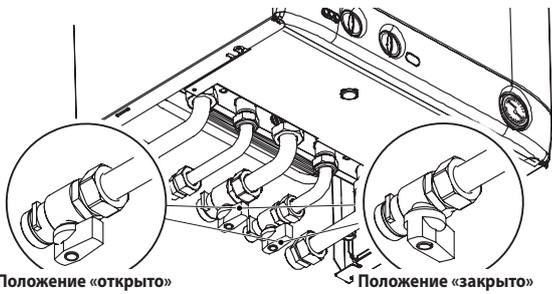

Рис. 3.3
- Краны котла, а также краны, предусмотренные при установке, должны быть открыты (Рис. 3.3).
- перекрыть краны котла (Рис. 3.3);